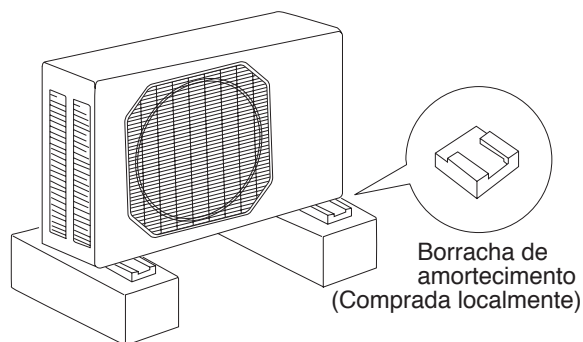

Fig. 5d
- Instale a borracha de amortecimento sob o pé da unidade para reduzir a vibração e ruído. (Fig. 5d)